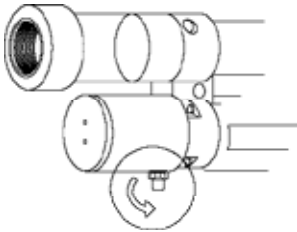

fig. 7a
- 1) dévisser le bouchon du dispositif du retour d'urgence (C) en accédant au pignon ci-dessous (fig. 7a);